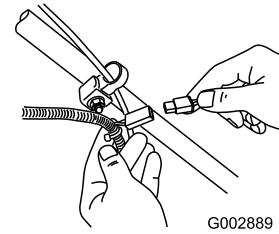

Figure 22
1. Branchez le chargeur au faisceau de câblage situé sous la clé de contact (Figure 22).